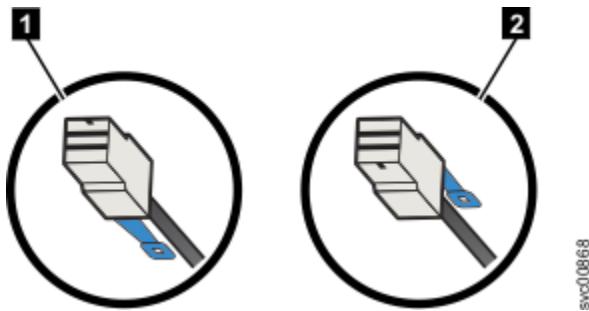

Abbildung 42. Ausrichtung des SAS-Kabelsteckers
- Wenn Sie ein Erweiterungsgehäuse anschließen, muss sich die blaue Haltezunge unter dem Kabel befinden (1 in Abbildung 42 auf Seite 37).
- Wenn Sie eine 2145-SV1 -Einheit anschließen, muss sich die blaue Haltezunge über dem Stecker befinden (2 in Abbildung 42 auf Seite 37).